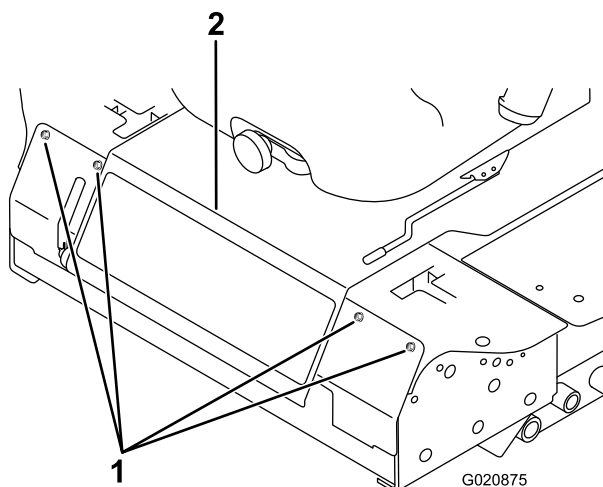

図 51
2. 前パネルを止めているボルトを外して前パネルを外す(図 51)。